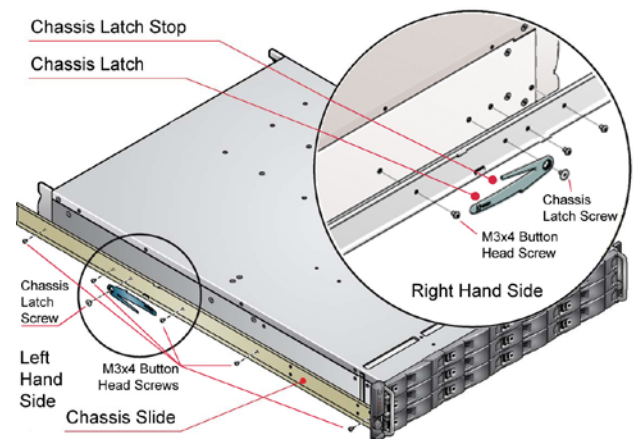

Figure 3 : fixation de glissières du châssis sur le boîtier
1. Lorsque le boîtier est installé sur une surface de travail stable, fixez les glissières du châssis gauche et droite aux côtés du boîtier à l'aide des cinq vis à tête ronde M3x4 de chaque côté. La partie avant de la glissière du châssis dispose de deux tenons à installer dans les trous du bord avant du panneau latéral (voir figure 3).
2. Assemblez les loquets gauche et droit du châssis à l'aide des vis à loquet. Veillez à ce que le loquet soit orienté comme indiqué dans la figure 3, avec le bras à ressort situé contre sa butée. Sur le côté droit, la butée est située sur le dessus, et sur le côté gauche, elle est située en bas.